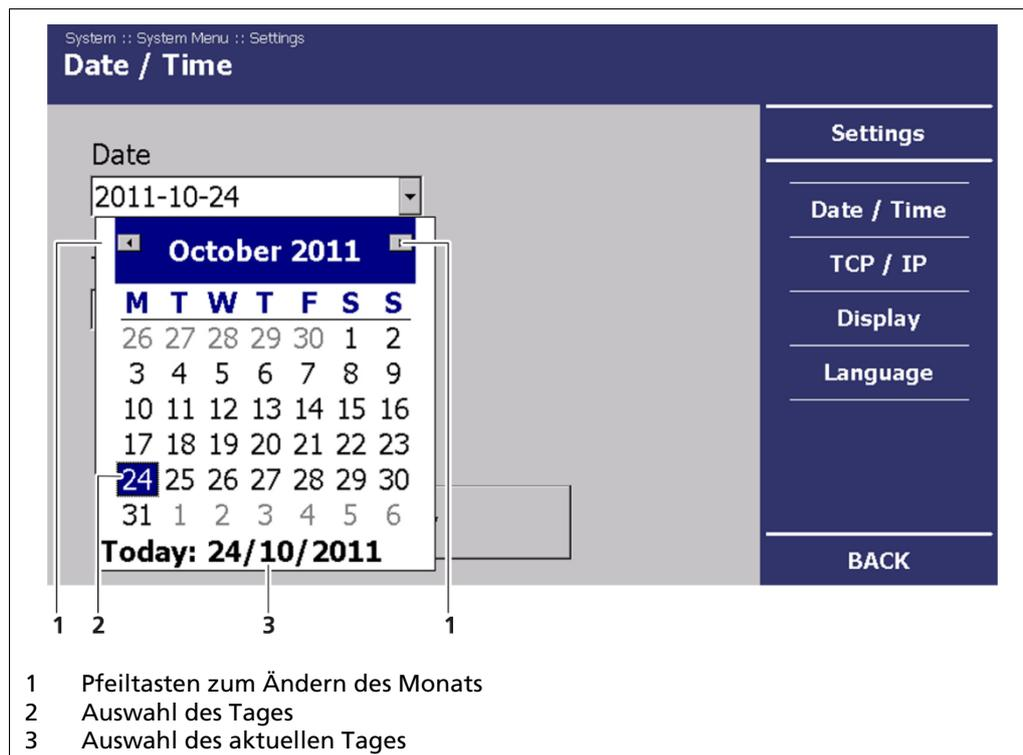

Abb. 25 Systemmenü, Einstellungen – Datum einstellen
3. Stellen Sie den Monat (Abb. 25, Pos. 1) durch Klicken auf die Pfeiltasten ein.
4. Stellen Sie den Tag (Abb. 25, Pos. 2) durch Klicken auf eine Zahl im Kalender ein. Alternativ können Sie auch den aktuellen Tag durch Klicken auf „Today“ (Abb. 25, Pos. 3) einstellen.
- Das eingestellte Datum wird angezeigt (Abb. 25, Pos. 3).